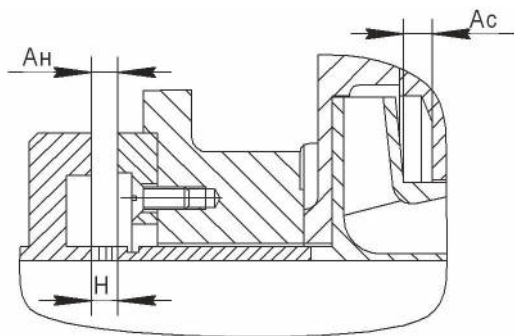

Рис.2.6 Ротор смещен в сторону нагнетания.
13. Сдвинуть ротор насоса в сторону нагнетания до отказа и измерить расстояние A_n между кольцом гидравлической пяты 19 и диском гидравлической пяты 18 (рис.2.6).
з) сдвиньте ротор насоса в сторону нагнетания до отказа и замерьте расстояние Ан (рис. 2.6);